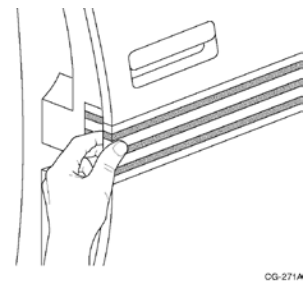

Bild 14
- b. dass ausreichend Material umgelegt wird, um Ablösungen zu vermeiden (Bild 14).